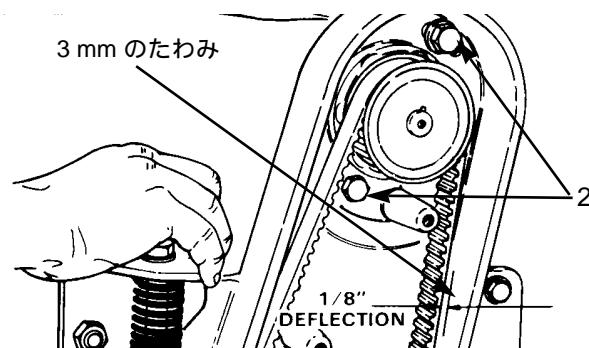

図12
4. リール・モータのフランジに固定ボルト(2本)を通して(頭がハウジングの内側、平ワッシャは上のボルトに付く)。ロックナットを通し、リール・モータをスロットの上に押しつけてベルトに張りを与えながら固定する(図12)。締めつけトルクは約3.45 kg.m(34 N.m)です。
注: ベルトのたわみを見て張りの確認をします。3 kgの力で押した時に3 mm程度のたわみがあれば適正です(図12)。